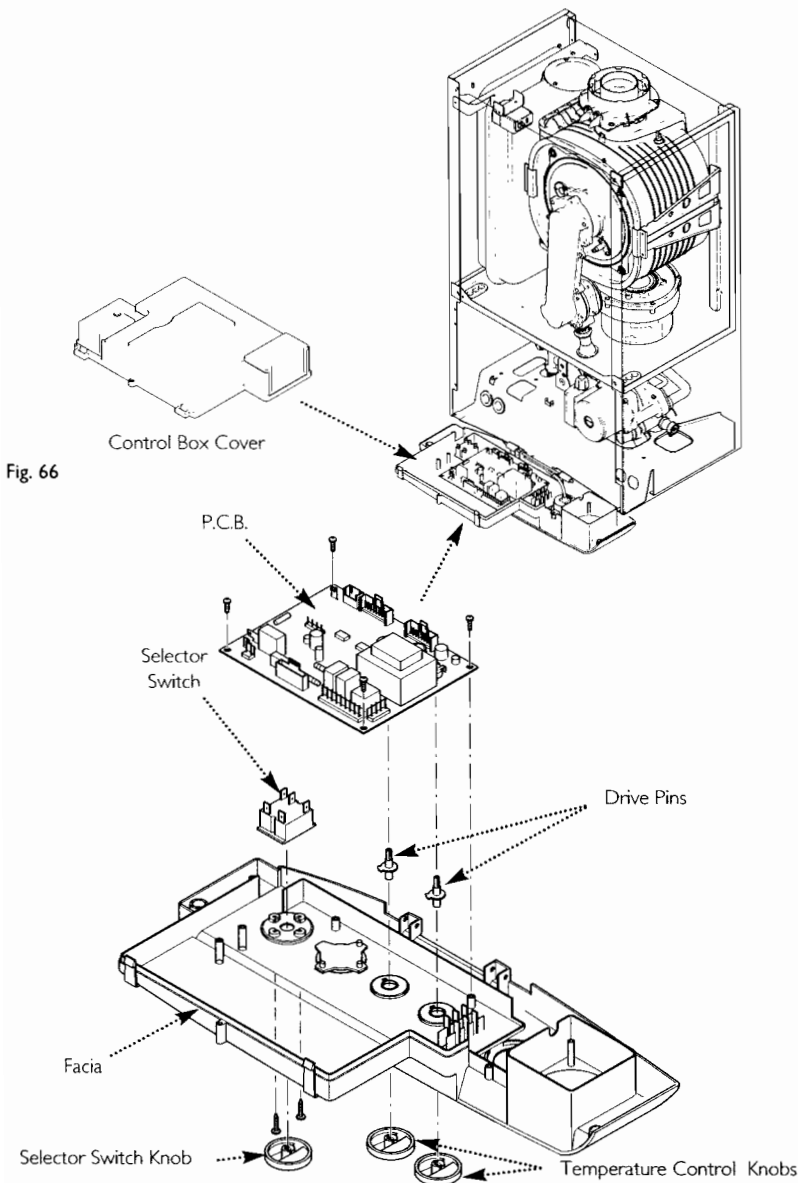

Fig. 67
12.21 P.C.B. (Fig. 67)
12.22 Selector Switch (Fig. 67)